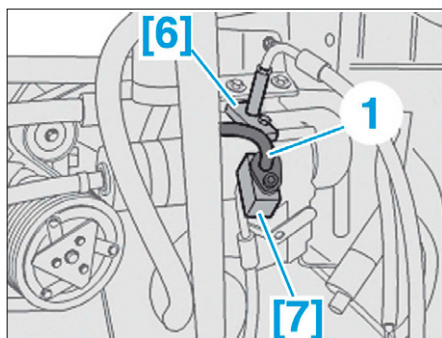

FIG. 25
- Brancher l'outil [6] sur le groupe électropompe et l'outil [7] sur la canalisation haute pression (1) (Fig.25).